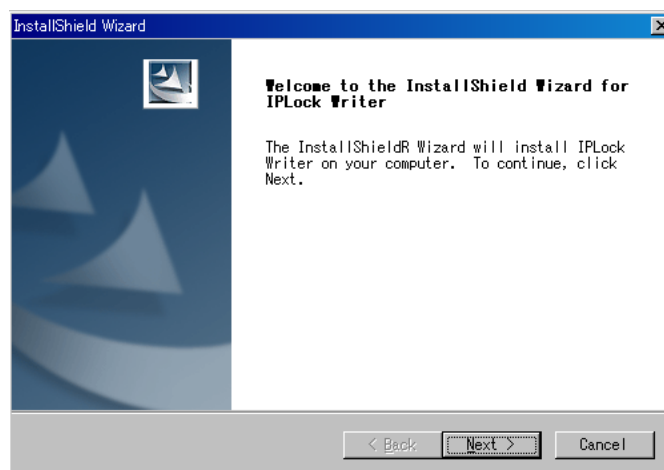

図 12 IP Lock ライタ用ソフトウェアインストーラ
1. CD-ROM の IPLockSoftware フォルダを開き、setup.exe をクリックしてください。図 12 のようにインストーラが起動しますので、「Next >」ボタンをクリックして次に進みます。